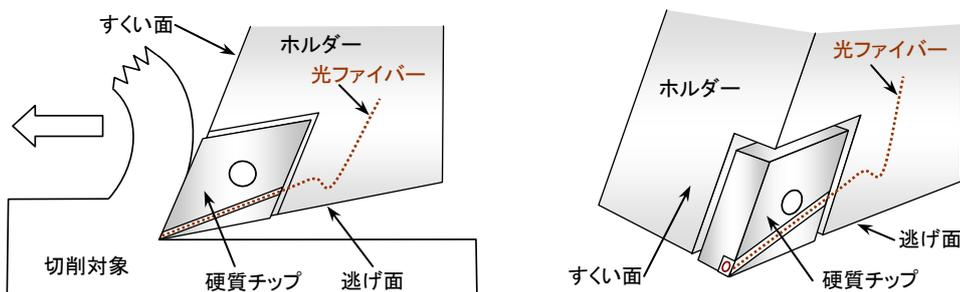

図1 すくい面への光ファイバーの固定方法
- 実際の刃先である「すくい面」では、硬質チップと加工対象が密着しており、そのままでは光ファイバーを刃先に向けることが困難です。このため、図1のように硬質チップにワイヤカットで凹みや穴を設け、その中に光ファイバーを埋込むなどにより、密着面での刃先の测温を可能としています。